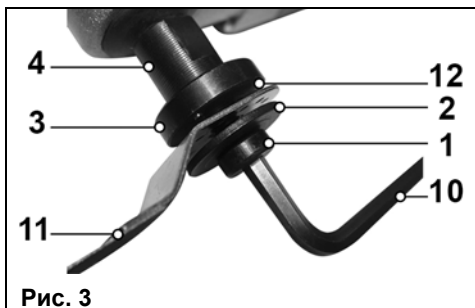

Рис. 3
7.1 Установка насадок (Рис.3).